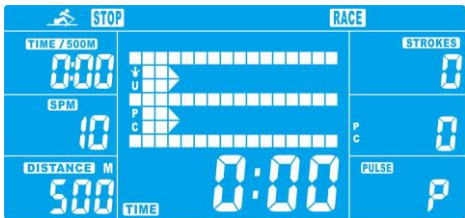

Abbildung 10
7.1 Mit der HOCH- und der RUNTER-Taste den Race (Rennen)-Modus (Abbildung 10) auswählen und mit ENTER bestätigen.